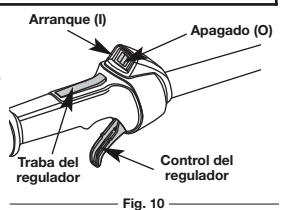

Fig. 10
- Coloque el control de encendido y apagado en posición de ENCENDIDO (I) (Fig. 10).